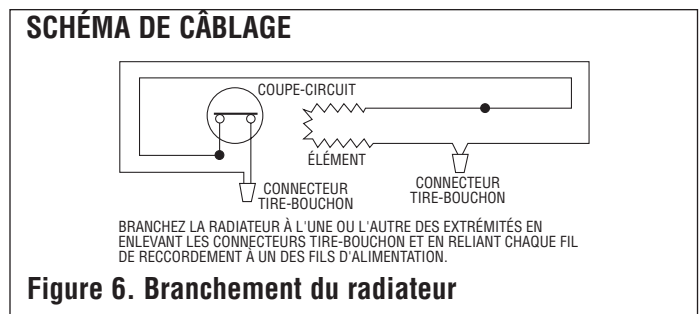

Figure 6. Branchement du radiateur
- Branchez le radiateur selon la figure 6 ou selon le schéma de câblage de l'accessoire destiné à ce radiateur.